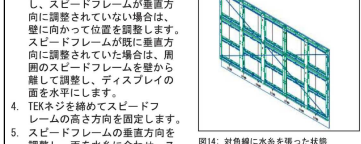

図14: 対角線に水準器を当てた状態
- 最も近い位置にあるスピードフレームの位置合わせタブを使い、水準器を「クロス」にしてください(図14参照)。